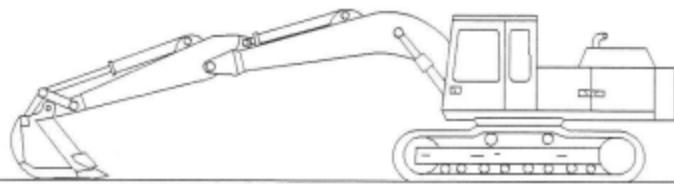

Рис. 2
- Полностью втяните шток гидроцилиндра рукояти. Отрегулируйте положение ковша таким образом, чтобы днище ковша находилось параллельно земле. Опустите стрелу так, чтобы ковш лег на землю днищем параллельно поверхности. Смотрите рисунок 2.